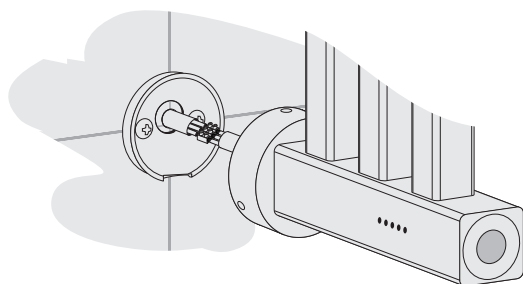

Рис.8
4.2.4. Соединить провода полотенцесушителя с проводом из стены с помощью клеммных колодок (рис. 8).